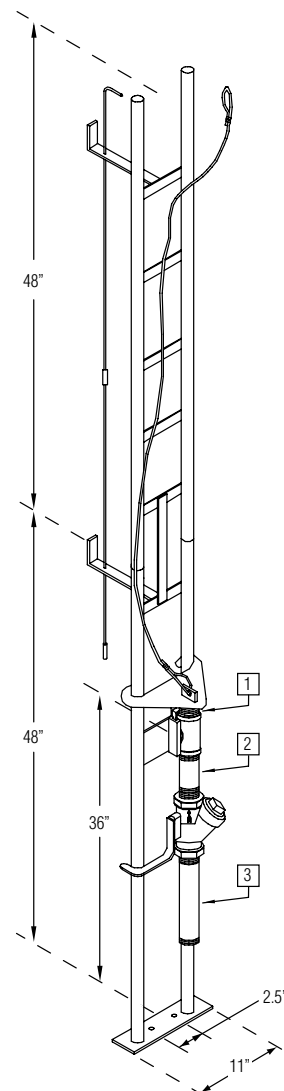

Figura 1: Ensamblaje típico de SGR125 y SGR200
2. Baje el sistema de riel ensamblado hacia adentro del depósito y fije el soporte de muro al sistema de riel usando los sujetadores provistos. Sujete el soporte de muro a un costado del depósito. Un ensamblaje típico se ilustra en la Figura 1.